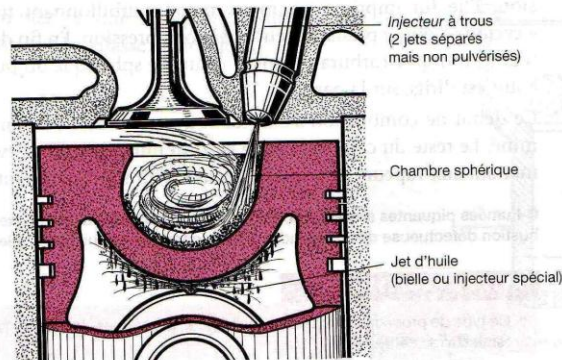

**Figure 3.5.** Moteur MAN D 2866 Turbo avec nouvelle chambre de combustion et renfort de la partie inférieure
- Le bruit, principal inconvénient de ce type de combustion (fig. 3.5), est maintenant maîtrisé grâce à des procédés d'injection en plusieurs phases (fiches 77, 78, 82).